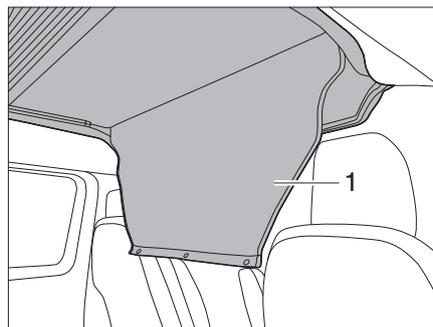

Bild 50 Durchstiegsabdeckung abrollen
- Durchstiegsabdeckung (Bild 50,1) abrollen.
- Durchstiegsabdeckung (Bild 50,1) mit Druckknöpfen schließen.